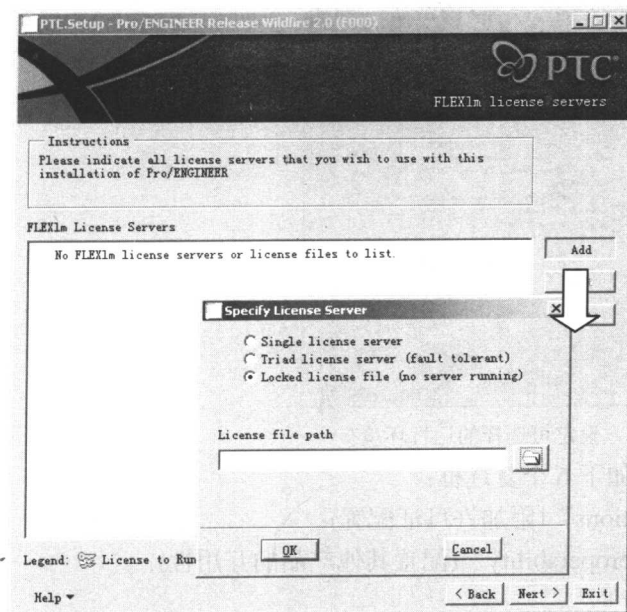
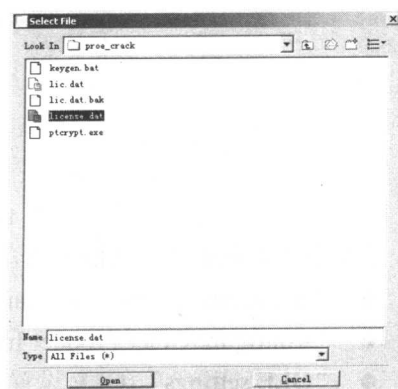

图 1.5 指定许可文件的位置
图 1.6 “Select File”对话框
(7) 在如图 1.5 所示的对话框的右侧单击“Add”按钮，在打开的“Specify License Server” (指定许可证服务器)对话框中选择“Locked license file”选项。
(8) 在如图 1.5 所示的“Specify License Server” (指定许可证服务器)对话框的“License file path” (许可证文件路径)编辑框的右侧单击  按钮，打开如图 1.6 所示的“Select File”
(选择文件)对话框。在该对话框中选择在第4步中所生成的“license.dat”许可文件，单击“Open”按钮，返回如图1.5所示的安装界面。指定了许可文件之后，单击“Next”按钮，进入下一步安装界面。